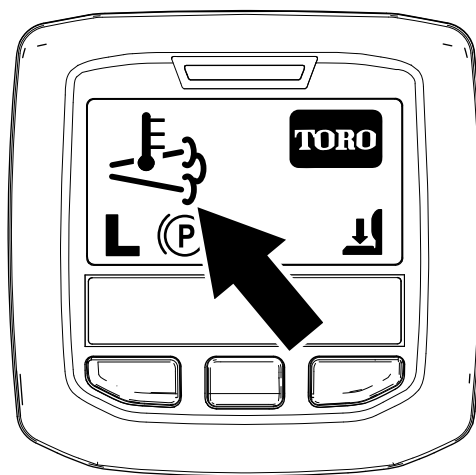

Рисунок 36
- Значок высокой температуры выхлопа отображается на экране инфо-центра (Рисунок 36).